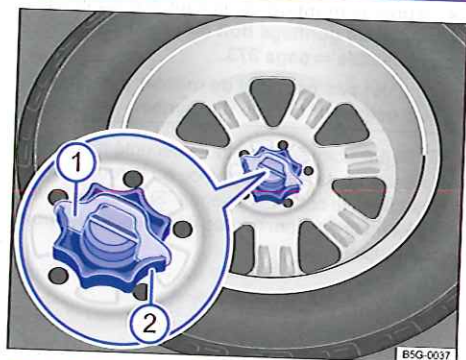

Fig. 220 Dans le coffre à bagages : molette pour la fixation de la roue de secours
- Le cas échéant, retirez la clavette de la sécurité antirotation → **fig. 220 ①** vers le haut.
- Dévissez entièrement la molette située au centre de la roue de secours **②** en la tournant dans le sens inverse des aiguilles d'une montre puis retirez la roue de secours.